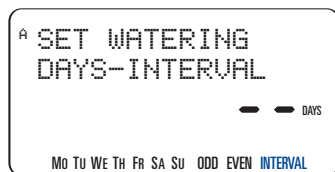

Abbildung 8:
- **NEXT** (Weiter) drücken, bis das "INTERVAL" in der Anzeige blinkt. [Siehe Abbildung 8]